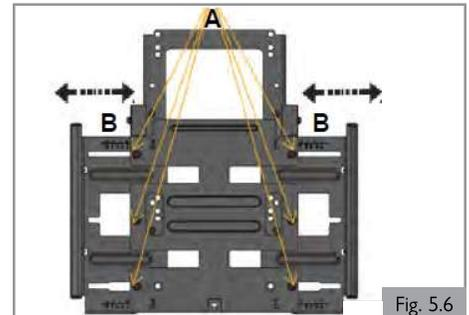
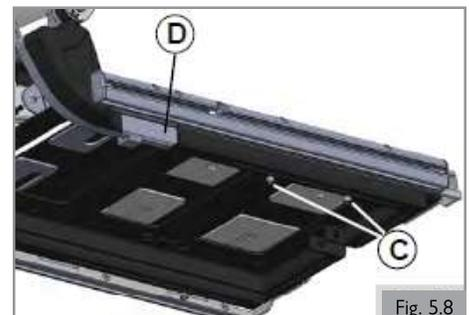

Fig. 5.6
Fig. 5.8
#### Largeur de la plaque d'assise (Fig. 5.6 - Fig. 5.8)
1. Desserrez (A) et (F) d'un tour.
2. Ajustez (B) à la position désirée. (Fig. 5.6)
3. Resserrez (A) et (F). Les couples de serrage sont indiqués à la section 9.